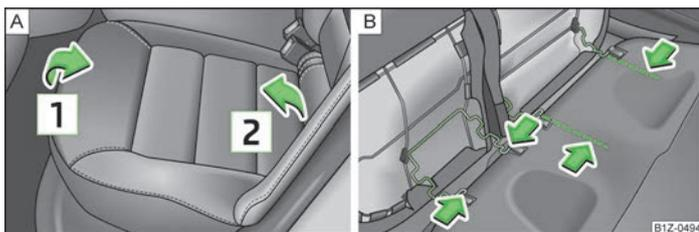

Fig. 47 Desmontar los asientos
- Levantar el asiento en el sentido de la flecha **1** » fig. 47 y abatirlo hacia delante en el sentido de la flecha **2**.
- Presionar el estribo de alambre en sentido de la flecha » fig. 47 - **B** y sacar la banqueta del asiento de la fijación.
- Presionar el estribo de alambre en sentido de la flecha » fig. 47 - **B** y colocar en la fijación.